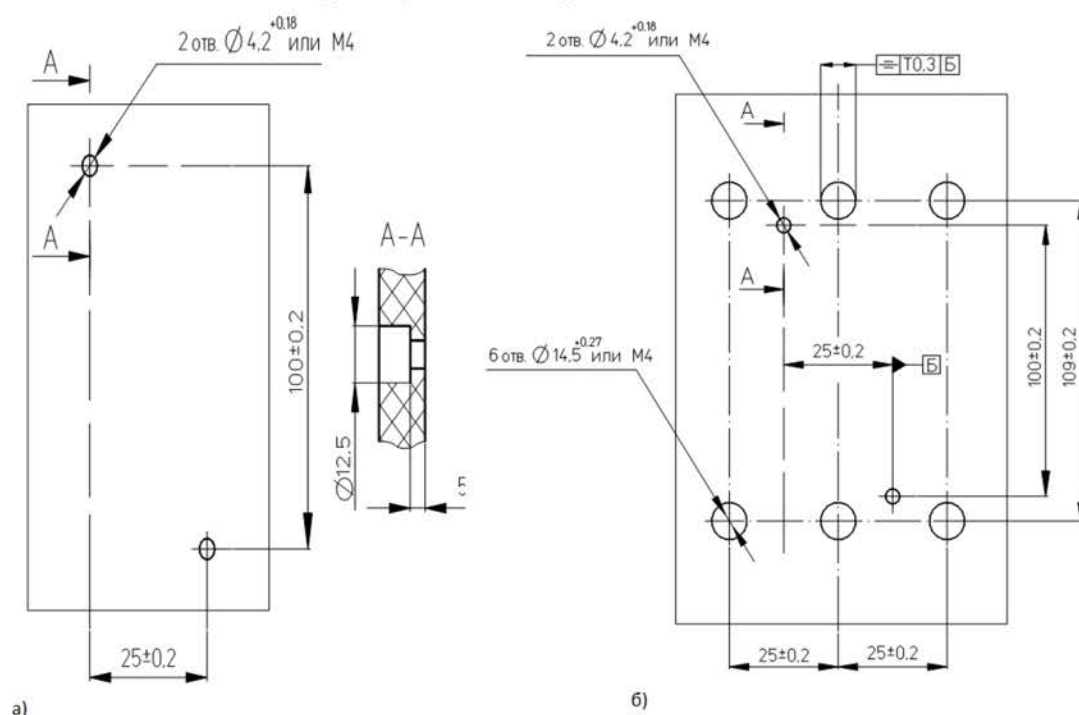

Рисунок 3 – Расположение отверстий для крепления выключателя: а) с передним присоединением внешних проводников; б) с задним присоединением внешних проводников
- выполнить в конструкции, к которой крепится выключатель, отверстия (см. рисунок 3а);